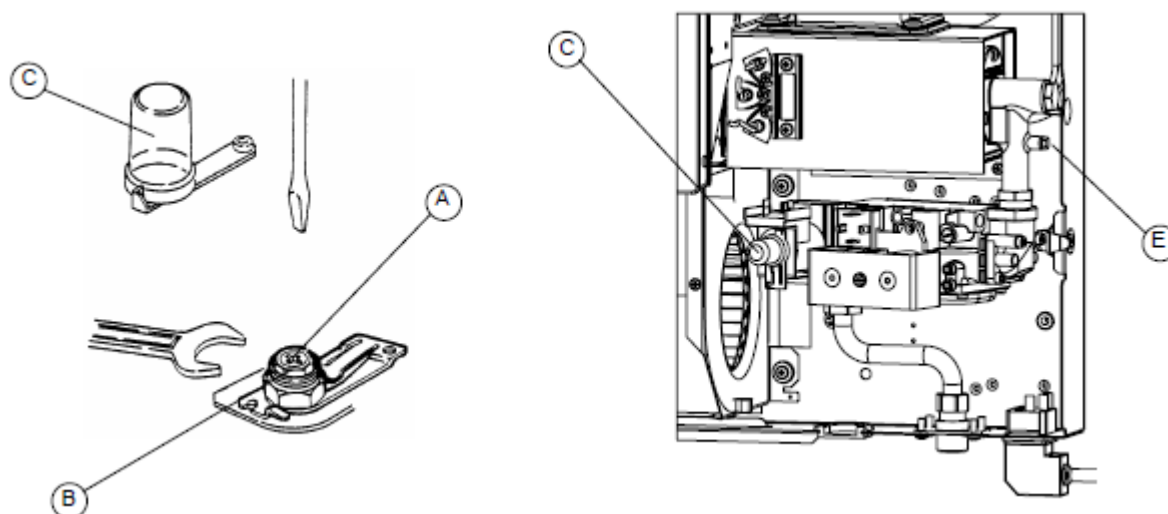

Рисунок 19 – Комплект клапана для модели 52
3. Снимите пластиковую крышку С газового клапана (см. Рисунок 19).
6. Полностью перекройте регулятор давления В (см. Рисунок 19). Давление на горелке зависит от величины давления газа в газовой сети. В норме это давление составляет 30 мбар (для газа G30) либо 37 мбар (для газа G31). Снизить давление в сети возможно при помощи соответствующих газовых вентилях. Они расположены рядом с резервуаром, в котором находится жидкий пропан. На первом этапе давление снижается до 1,5 мбар. На втором этапе давление понижается с 1, 5 мбар до 0,03 или 0,037 мбар при помощи вентиля, который находится ближе всего к прибору (такой вентиль обязательно должен быть установлен снаружи здания).